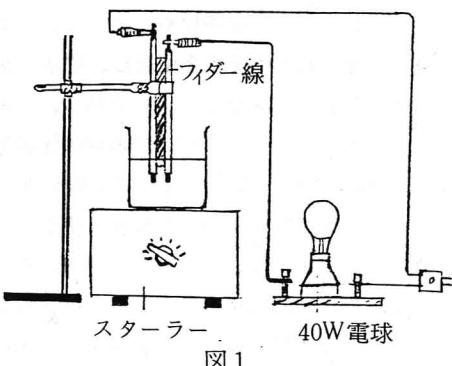

図1
(1) 水溶液の電気伝導性
- ① 図1のように装置を組みたてた後、ビーカーに純水を100ml位入れて、電気伝導性を調べる。
- ② 次にスターラーでかくはんしながら、徐々に砂糖を加えていくとどうなるか、観察させる。
- ③ 食塩、塩化銅、アルコールについても②と同じように実験し、観察させる。
(2) 塩化銅(II)の電気分解
- ① 5% 塩化銅(II)の溶液をU字管に入れ、炭素、電極をさし込んで5~6分間電気分解する。
- ② 正極近くの気体をコマゴメピペットで吸いあげ、KIでんぶん溶液を試験管にとって、その近くで放出して、よくかきませ、色の変化を観察させる。
- ③ 負極の炭素棒をとりだして、水で洗浄して電解液を流した後、1M HNO₃溶液を少量加え、静かに加熱して溶解させる。